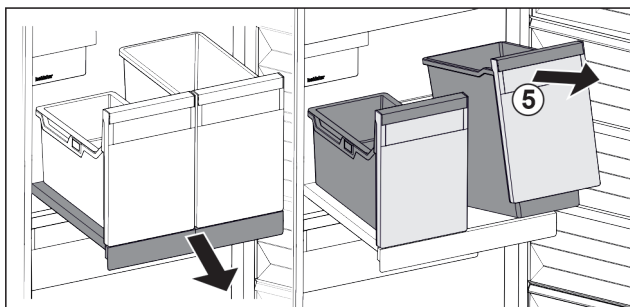

Fig. 80
- ▶ Bak Fig. 80 (5) aan voorzijde optillen.